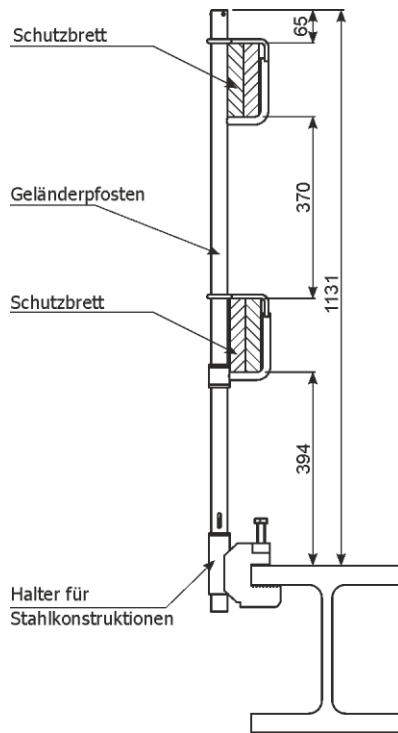

Abb. 76 Montage des Halters für Stahlkonstruktionen
2.35 Montage des Halters für Stahlkonstruktionen (Abb. 76)